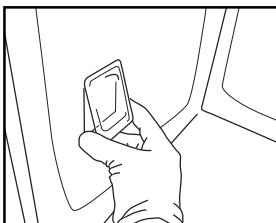

Fig. 9
5. Sæt lampeglaset på igen, og tryk det imod ovnvæggen, indtil det klikker på plads (Fig. 9).